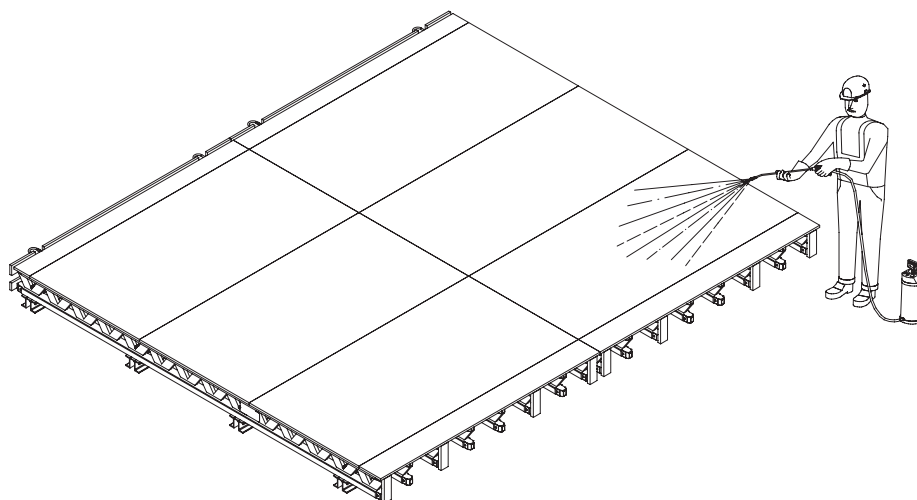

Fig. A1.01
4. Avant chaque utilisation, vaporiser PERI Bio Clean sur les éléments et, tout de suite après le bétonnage, nettoyer à l'eau la face arrière du coffrage. (Fig. A1.01)